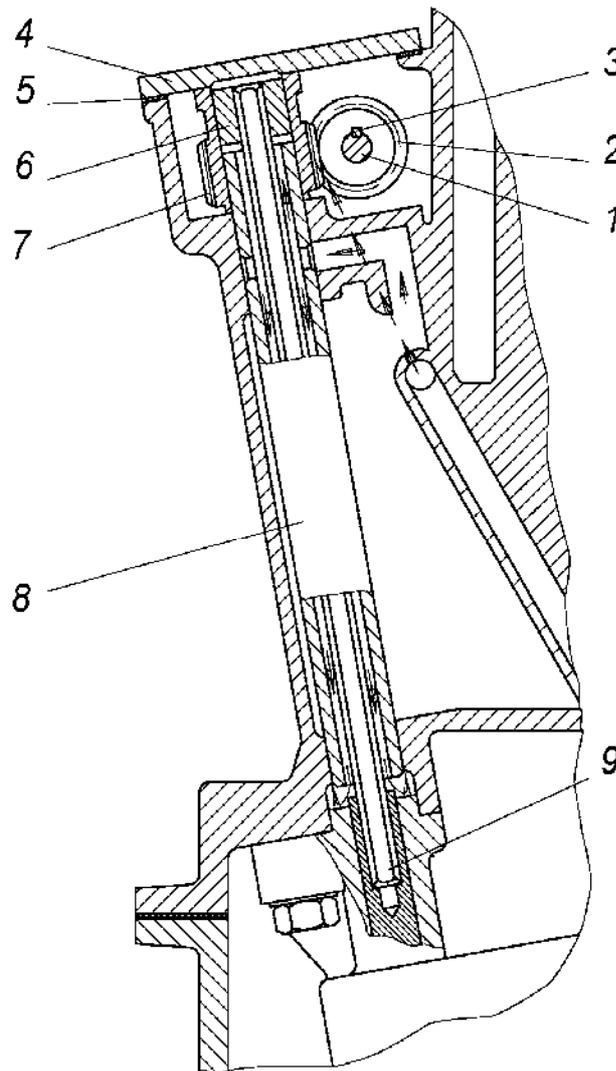

Abb. 33. Antrieb der Ölpumpe:
**Antrieb der Ölpumpe (Abb. 33)** erfolgt über ein Stirnradpaar von der Zwischenwelle 1 des Nockenwellenantriebs.